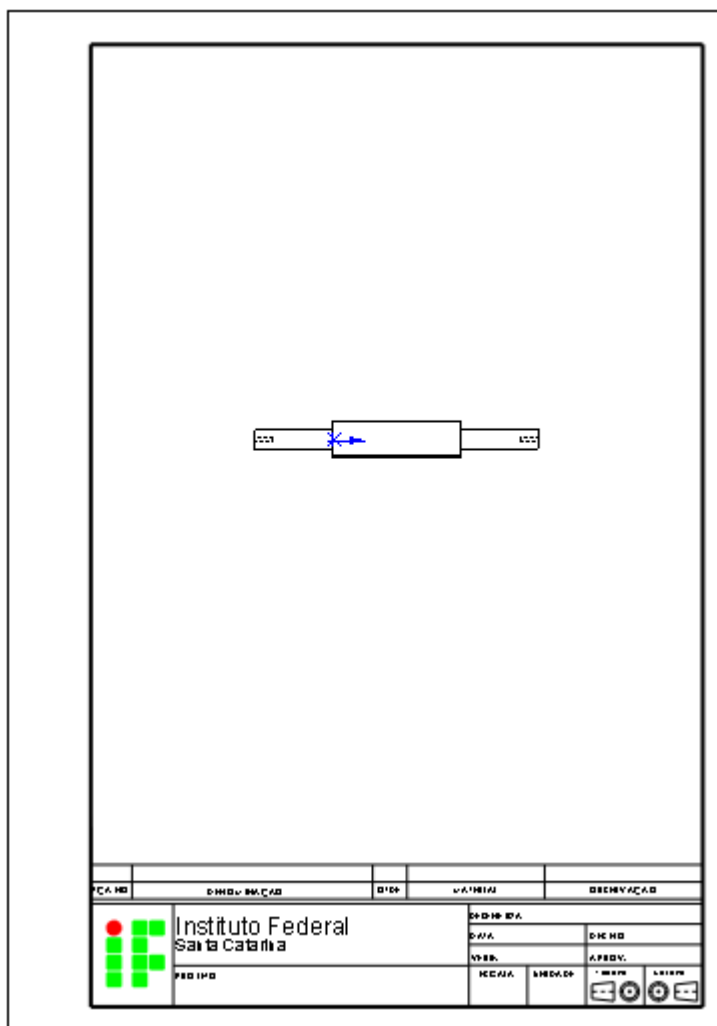

Figura 4.2 - Vista frontal do eixo.
1.5. Altere o estilo de exibição selecionando **Linhas ocultas visíveis**. A Figura 4.2 mostra a vista inserida na folha.